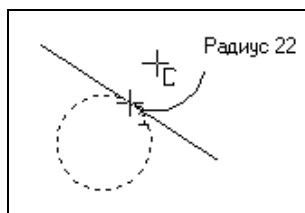

Рис. 5.22. Построение дуги, касательной к кривой
- ◆ задайте точку **t1**, через которую должна пройти дуга. Система строит два фантома дуг (рис. 5.22);